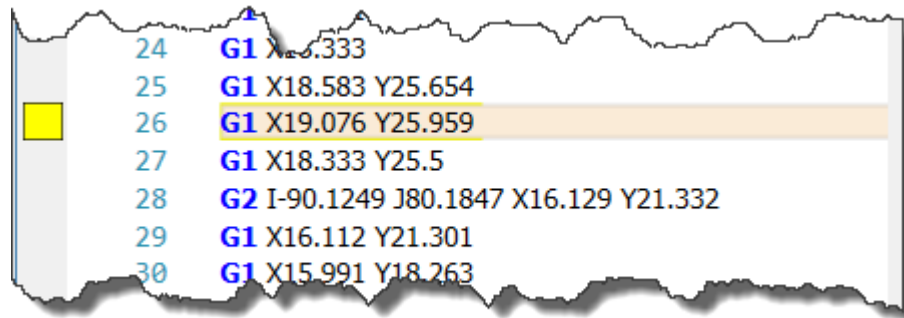

Abbildung 4: Pause wurde an der Zeile 26 gesetzt
4. **Neu ab 5** Im Texteditor Hauptmenü "Bearbeiten -> Pause setzen" kann eine Pause gesetzt werden. Die Pause wird durch gelben Rechteck am Rand dargestellt (siehe Abbildung 4). Im Job- Fenster kann der Fräsvorgang ab Pause weitergeführt werden.